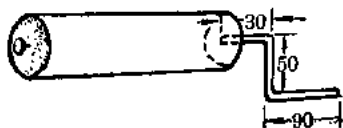

图 5
3. 做转筒 在 $\phi 50$ 毫米的圆木棍两端的圆心上,分别钉上长钉和磨尖的粗钢丝摇把(劳动车用钢丝),长钉留出15毫米,钢丝需先按图所示的尺寸和形状弯成摇把(图5)。